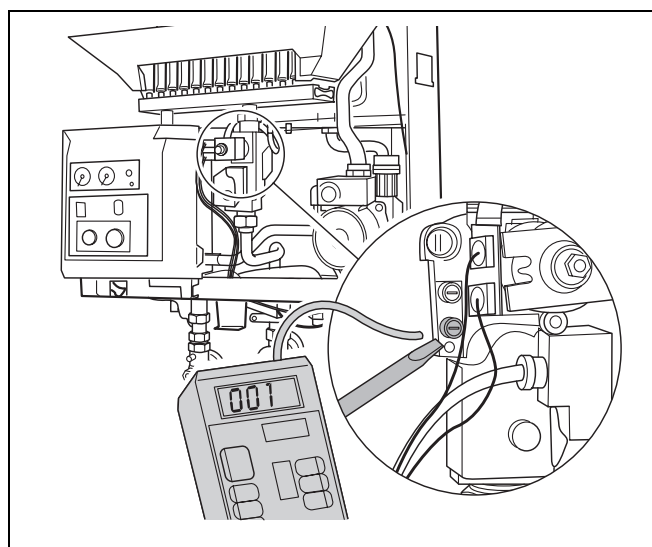

fig. 29 Mesurer la pression de raccordement du gaz
- Desserrer de deux tours la vis d'obturation sur l'embout de mesure de la pression de raccordement gaz (fig. 29).